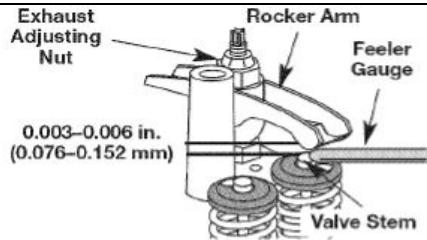

Рис. 30
7. Поместите щуп между коромыслом и возвратной пружиной клапана. Определите значение зазора между штоком клапана и коромыслом (Рис.30). Замеры проводятся как на впускном, так и на выпускном клапане.
- поворните регулировочную гайку при использовании ключа размером 5/16 дюйма или накидной головки (Рис. 30);